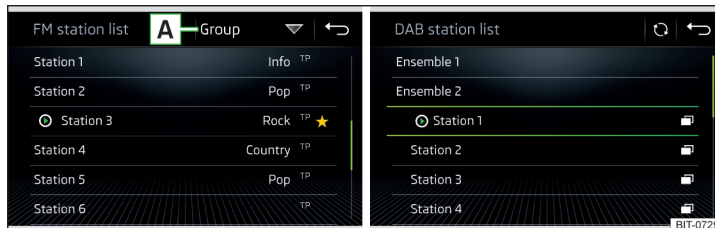

Abb. 175 Beispiel der Liste verfügbarer FM/DAB-Sender
▶ Zur **Sortierung** (FM) der Sender in alphabetischer Reihenfolge, laut Gruppe oder Genre, die Funktionsfläche [A] » Abb. 175 antippen » [I].
- Zur **Filterung** der Sender nach dem Programmtyp (bspw. Kultur, Musik, Sport u. Ä.) in der FM¹⁾- und DAB²⁾-Senderliste die Funktionsfläche **[A]** » **Abb. 175** antippen.
- Zur **manuellen** Aktualisierung die Funktionsfläche **[C]** » **Abb. 175** antippen.